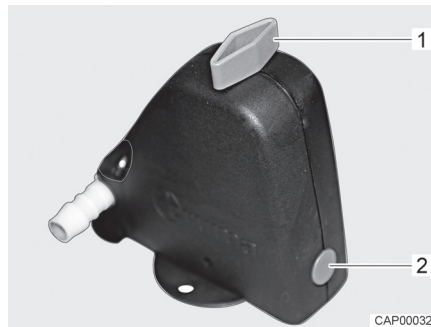
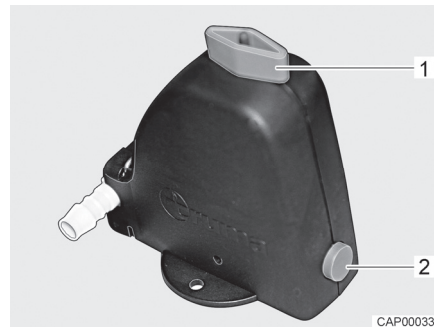

Bild 75 Sicherheits-/Ablassventil geschlossen
Bild 76 Sicherheits-/Ablassventil geöffnet
- Sicherheits-/Ablassventil (Bild 75) öffnen. Dazu Drehknopf (Bild 75,1) längs zum Sicherheits-/Ablassventil drehen. Der Druckknopf (Bild 75,2) springt heraus. Das geöffnete Sicherheits-/Ablassventil ist in Bild 76 dargestellt.